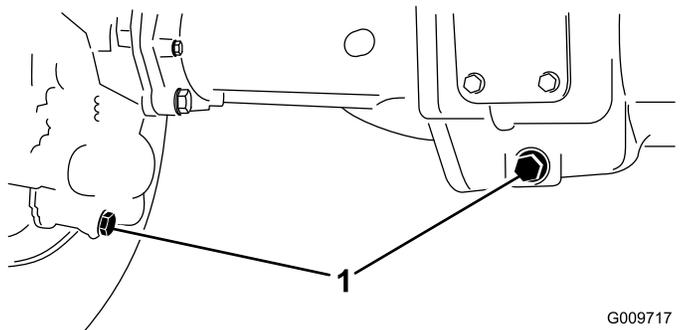

Figura 75
2. Pulite attorno ai tre tappi di spurgo, uno per lato ed uno in centro (Figura 75).